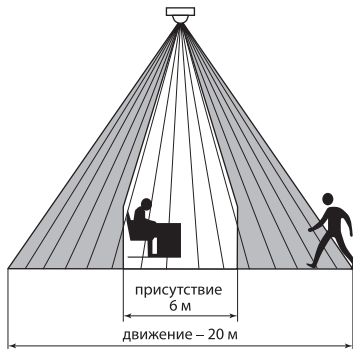

Рисунок 12. Зона «присутствия» для датчика ДДП-06
5.9. Датчик ДДП-06 в окружности диаметром 6 метров непосредственно под датчиком работает как датчик присутствия, т. е. реагирует на сидящего человека на движение рукой или головой (рисунок 12). В остальном диапазоне зоны обнаружения датчик работает, как стандартный датчик движения, т. е. необходимо движение всего тела человека (рисунок 12).